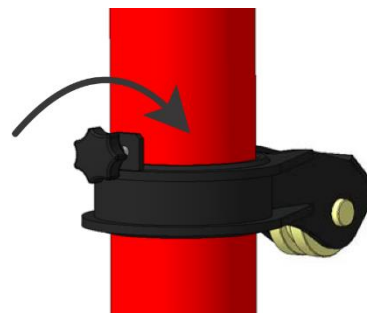

Рисунок 49
- Зафиксируйте блок направления тяги на силовом устройстве стопорным болтом в среднем положении. (рисунок 49)